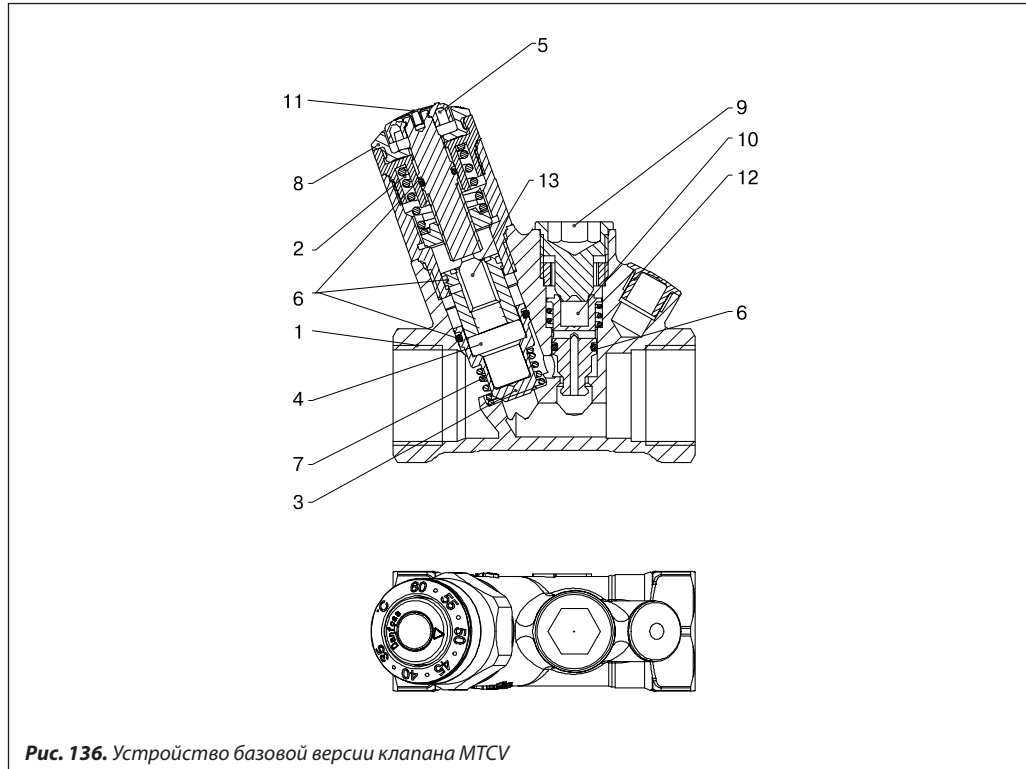

Рис. 136. Устройство базовой версии клапана MTCV
MTCV — пропорциональный регулятор температуры прямого действия. Термозлемент (4) (рис. 136) при изменении температуры воды воздействует на конус клапана (3). Когда температура воды повышается сверх установленного на регуляторе значения, термочувствительное вещество в термозлементе расширяется и перемещает конус клапана в сторону закрытия, что приводит к сокращению циркуляции воды через стояк, вплоть до полного прекращения. При снижении температуры происходит обратный процесс: термозлемент открывает клапан и расход воды в стояке увеличивается. Клапан уравнивается, ког-